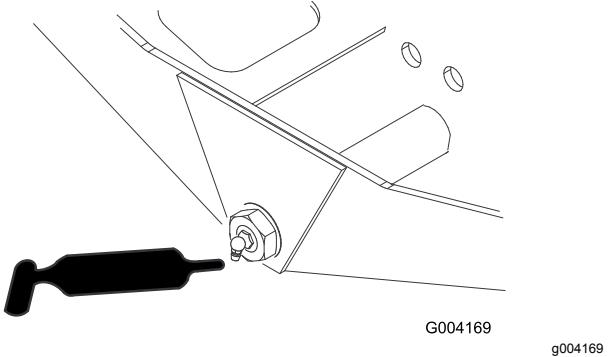

Figura 48
- Articulação da direção do eixo (1) (Figura 48)